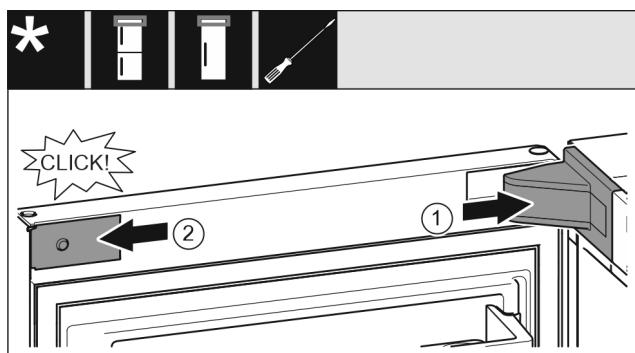

Fig. 20
- Поставете и фиксирайте капака на лагерната стойка, при нужда внимателно го натиснете настрани. Fig. 20 (1)
- Поставете странично капачката и я фиксирайте. Fig. 20 (2)